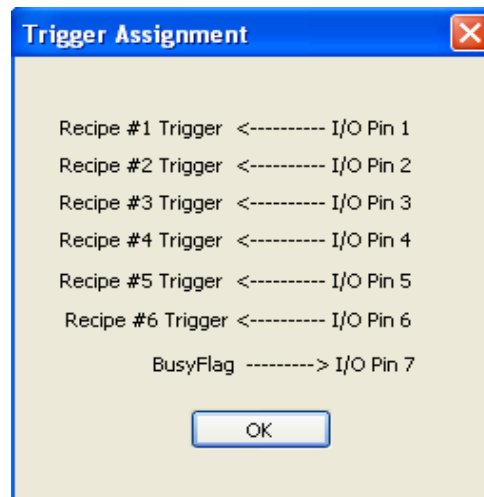

Figura 5-2: Asignación de activaciones
6. **Asignación de activaciones:** Muestra la asignación de la entrada de activación para las fórmulas de suministro. Por ejemplo, en la Figura 5-2, la señal de entrada de activación de la clavija 1 E/S se utiliza para activar la fórmula 1. El indicador de estado ocupado (clavija 7 de E/S) es una señal de salida que el controlador externo/robot puede utilizar para supervisar el estado de la unidad de chorro. Cuando la unidad de chorro está inactiva, la señal del indicador de estado ocupado está establecida demasiado alta; cuando está desactivada, la señal de está establecida demasiado baja. Un controlador externo/robot puede utilizar la señal del indicador de estado ocupado para sincronizar la activación de la fórmula siguiente.